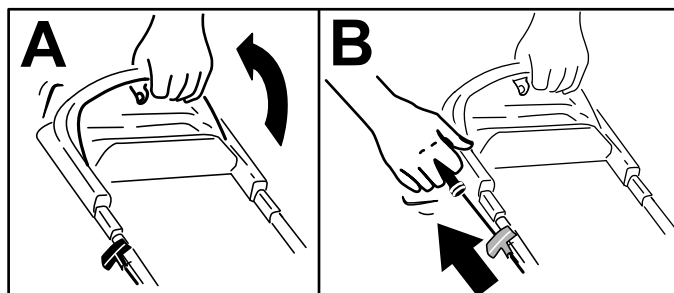

Figure 14
1. Maintenez la barre de commande de la lame contre le guidon (A de Figure 14).
2. Tirez la poignée du lanceur (B de Figure 14).